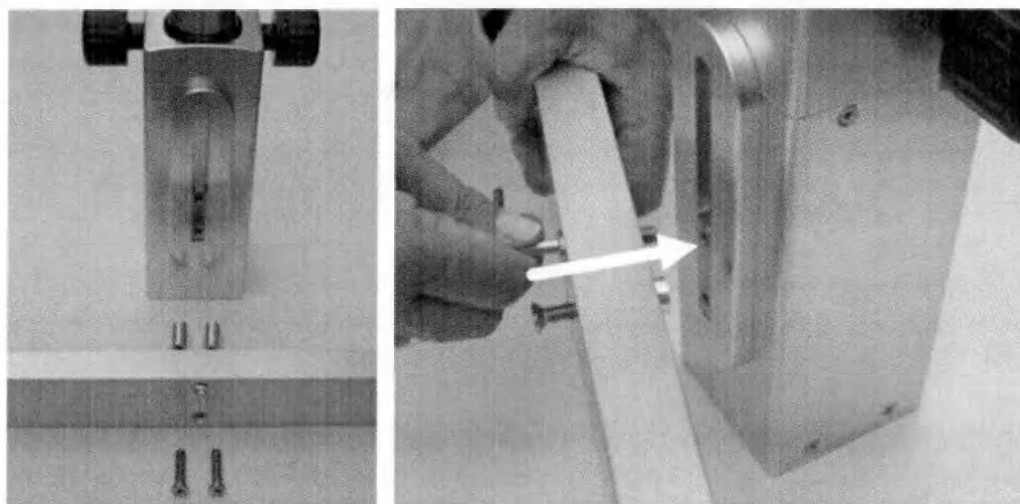

Рис. 3.3. Компоненты основания устройства пошагового перемещения (слева) и сборка (справа)
- 2 С помощью 2 цилиндров и 2 винтов с внутренним шестигранником (5 мм) прикрепите горизонтальную планку к основанию устройства пошагового перемещения (рис. 3-3).